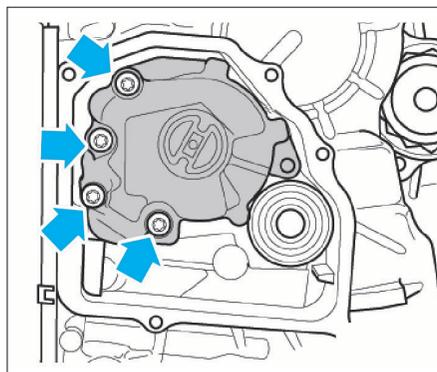

FIG. 23
- les vis (flèches) et retirer la pompe à huile de l'arbre d'entraînement de la pompe à huile (Fig.23).